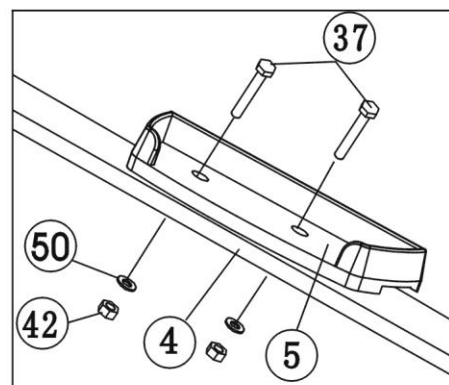

Figure 8
Befestigen Sie das linke Pedal (5) mit vier M8x50-Schrauben (37), Φ8-Unterlegscheiben (50) und M8-Sicherungsmuttern (42) am linken Pedalstützrohr (4). Führen Sie die gleichen Schritte wie oben aus, um das rechte Pedal zu montieren (5) an das rechte Pedalstützrohr (4). (Siehe Abbildung 8)